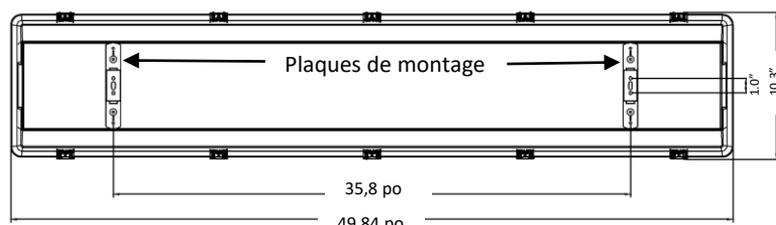

Figure 1
- Pour montage en surface :** retirer les deux supports de montage et les 4 vis du sac de pièces de fixation (inclus dans le boîtier) et rattacher les supports au plafond ou sur la surface de montage. (Les supports sont installés à 35,8 po de centre en centre). Aligner les dessous des supports de montage avec les centres des plaques de montage et enclencher le luminaire en place. (Voir Fig.1 et 2)